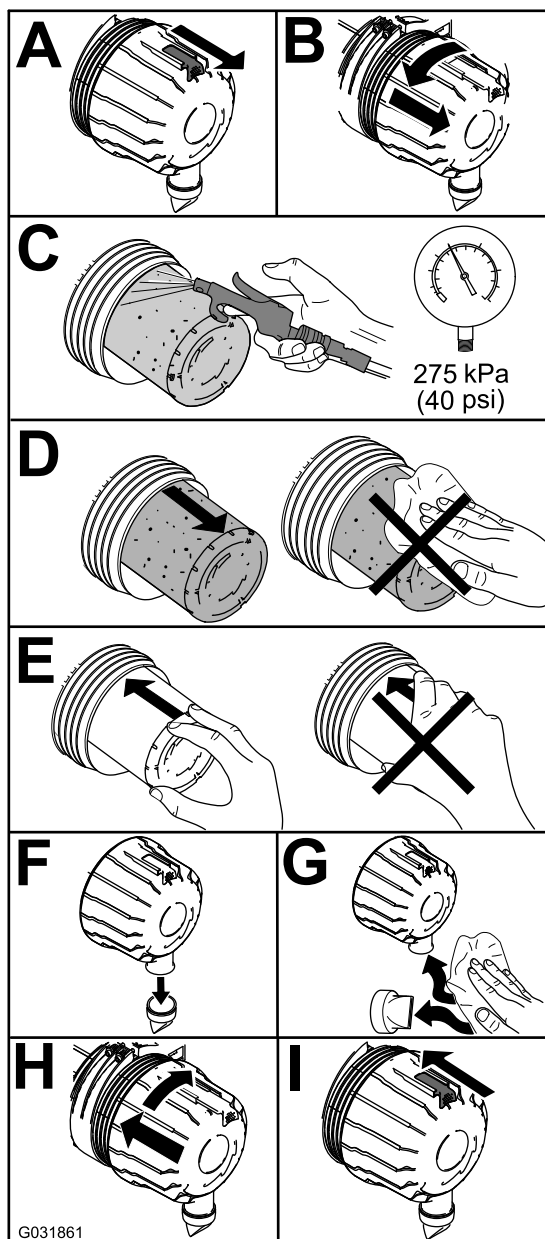

Figura 46
1. Cambie el limpiador de aire (Figura 46).